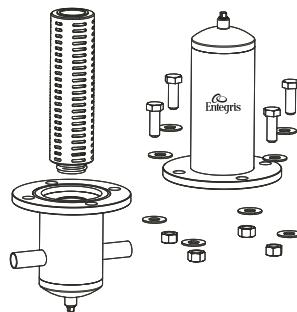

図 5.
6. カートリッジの O-リングはしっかりとフィットして密封性を高める設計になっているため、カートリッジは少し力を入れて左右に振りながら押し込みます(図 5)。